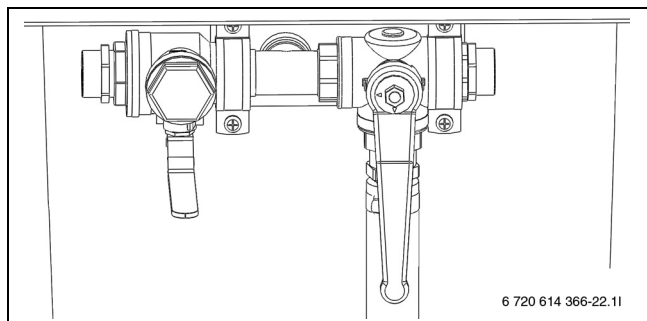

Fig. 26 Fyldestation i blandingsposition
- ▶ Stil fyldestationens ventiler på blandeposition (→ fig. 26).